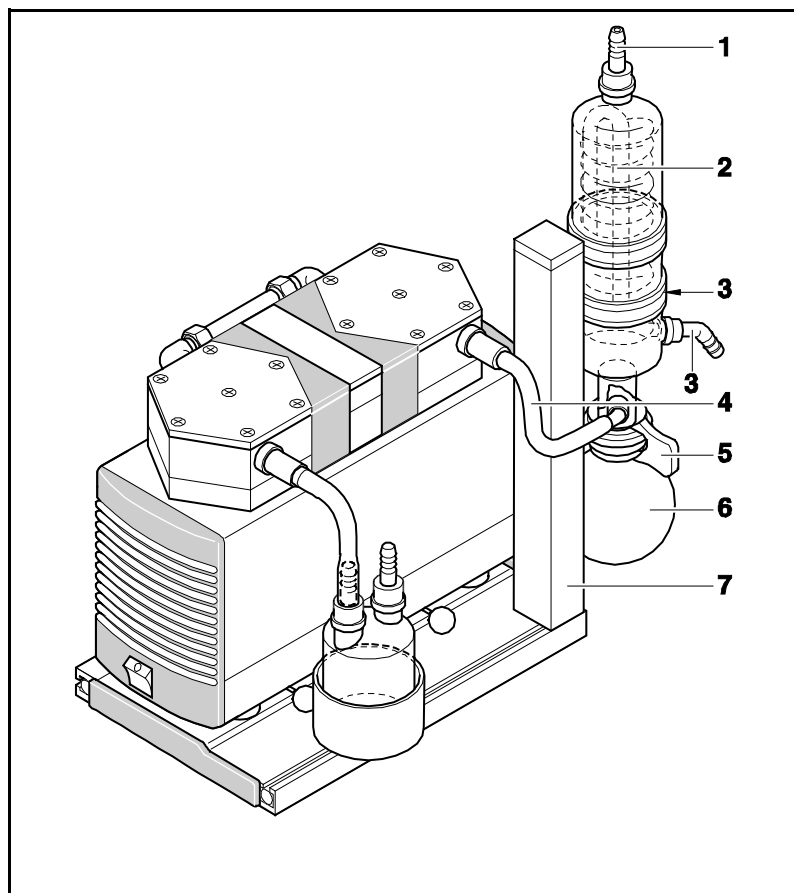

Fig. 7 : Condenseur d'émission (système représenté : LABOPORT SH sur l'exemple de la pompe N 840.3 FT.18)
1. Pousser la potence de fixation du condenseur d'émission (voir Fig. 7/7) dans le rail rainuré de la plaque de base tourné vers le haut.